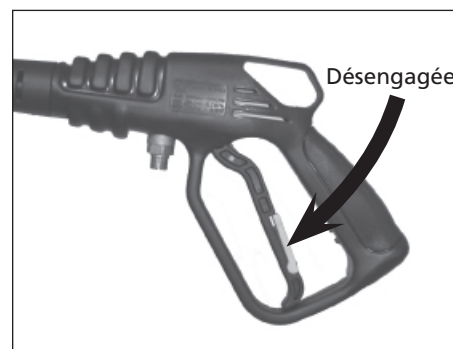

Figure 9 - Gâchette déverrouillée
7. Démarrez le moteur (voir la figure 9). Déverrouillez le verrou de sécurité de la gâchette sur le pistolet. Agrippez la corde de lancement et appuyez un pied sur le châssis. Pointer le pistolet dans une direction sans danger. Tirez rapidement et fermement la corde de lancement tout en pressant la gâchette du pistolet (voir la figure 10). Continuez à tenir la corde quand elle revient. Répétez ces étapes jusqu'à ce que le moteur démarre.